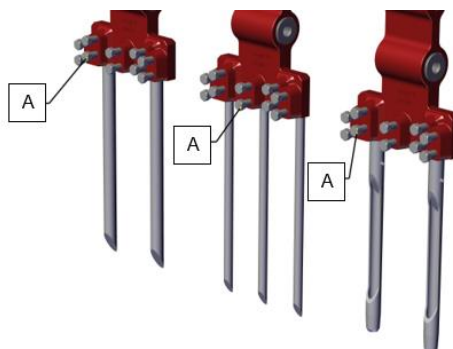

Abbildung 10
Der Verriegelungsbolzen (A) darf bis 40 Nm (29,5 lbf.ft.) angezogen werden. (Abbildung 10).